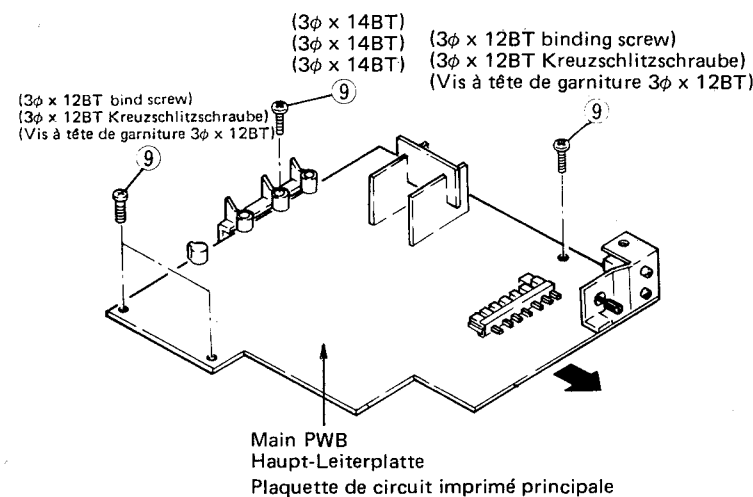

Fig. 5 Abb. 5
8. Main PWB (Fig. 5)
8. Haupt-Leiterplatte (Abb. 5)
8. Plaquette de circuit imprimé principale (Fig. 5)